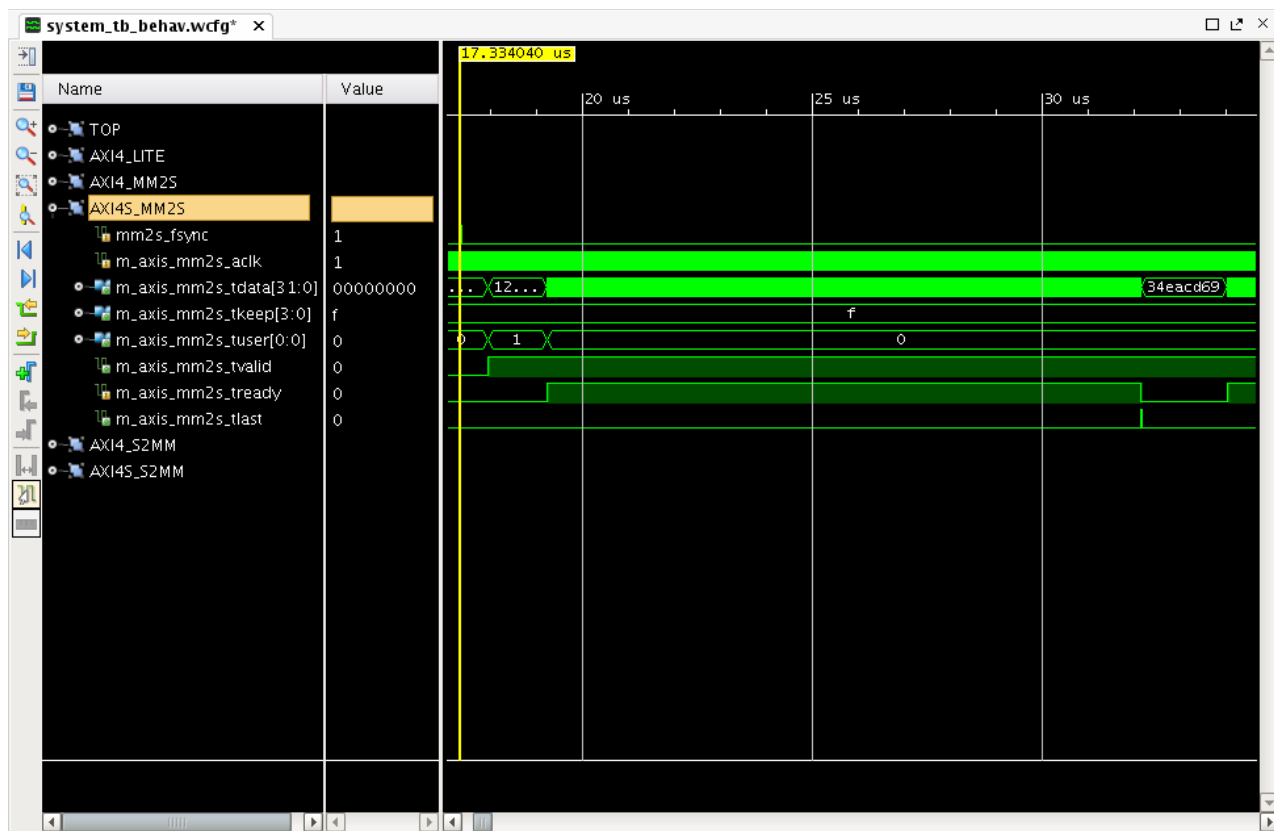

図 5: AXI4S_MM2S – 水平ラインの終了
- AXI4S_MM2S グループを展開し、17.3μs ~ 34.0μs 間を拡大表示します。この期間、fsync がアサートされ、fsync から 280 クロック後に tready (AXI4-Stream スレーブ BFM によるアサート) がアサートされます。tvalid (AXI4 VDMA コアが生成) および tready (AXI4-Stream スレーブ BFM が生成) は 1920 クロック間アサートされ、1920 クロック目に tlast がアサートされて水平ラインの終了を示します。これが次のラインでも繰り返されます (280 クロックのブランキング期間と、1 ラインに対して 1920 tready クロック)。図 5 にこの様子を示します。